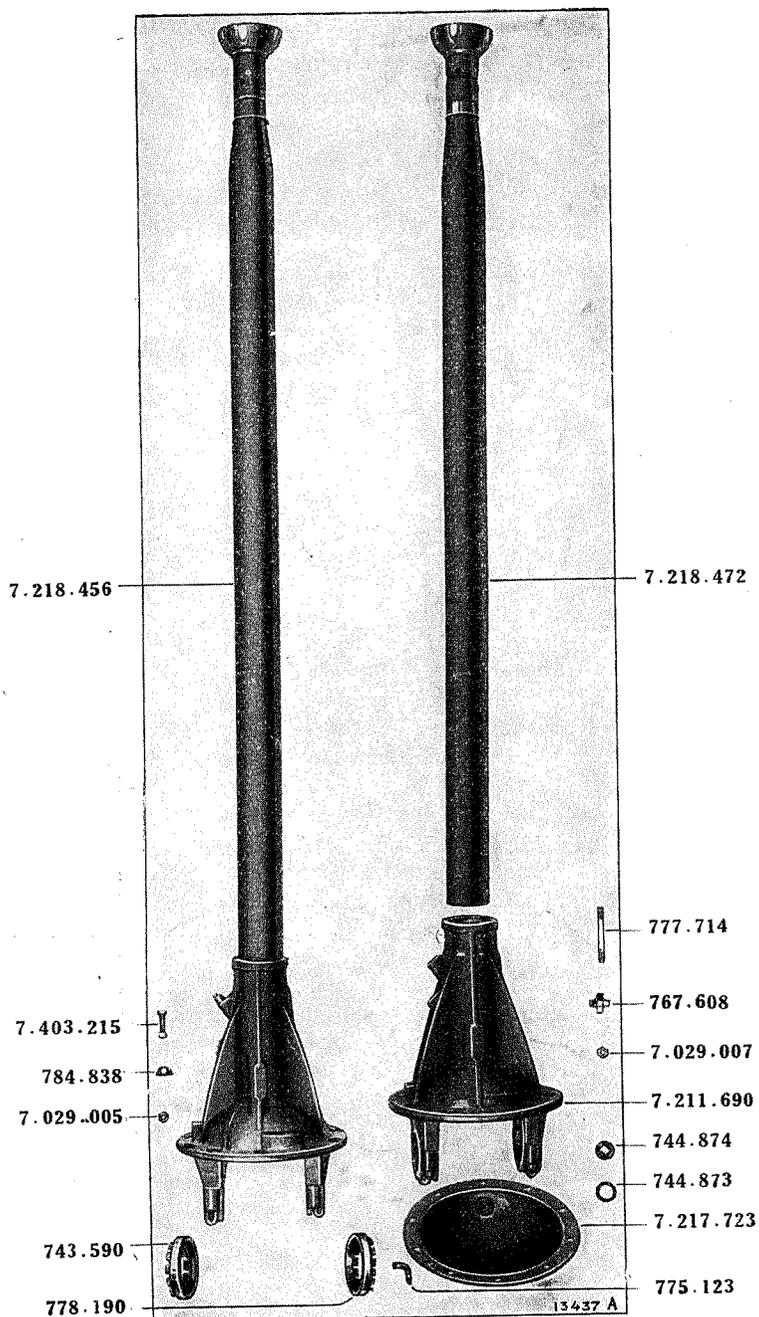

FIG. 12. — Couvercles, bouchons, tube de poussée et boîtier support de tube conique.
- X.7.218.456 — Tube de poussée avec rotule et boîtier-support de couple conique (*longueur de l'avant à la face d'appui sur le corps de pont arrière 1 m. 870*) (Voir fig. 12.) 1
- X.7.218.472 — Tube de poussée avec rotule, sans boîtier-support de couple conique (*longueur totale 1 m. 633*). (Voir fig. 12.) 1
(Voir fig. 12.)